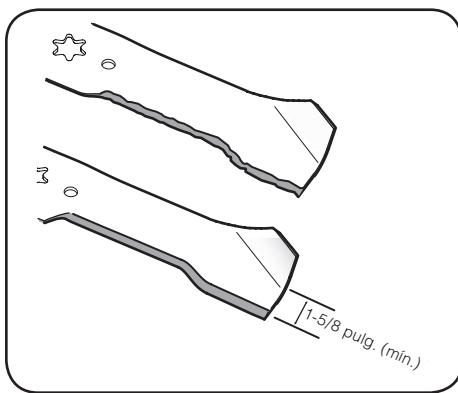

Figura 4-13
**IMPORTANTE:** Si el borde cortante de la cuchilla ya ha sido afilado hasta 1-5/8" del borde, o si existe una separación de metal, reemplace las cuchillas por otras nuevas. Consulte la Figura 4-13.